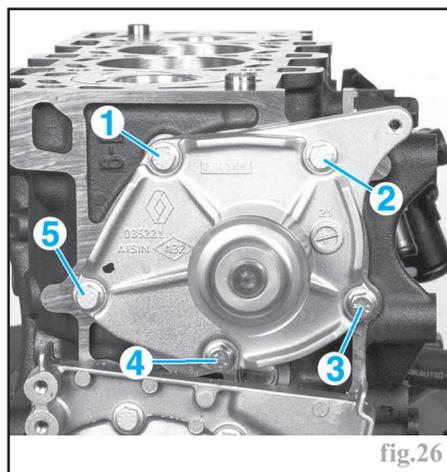

fig.26
- Mettre en place la pompe à eau munie d'un joint neuf dans le bloc-cylindres et serrer ses vis de fixation au couple et dans l'ordre prescrits, après avoir appliqué sur leur filetage une goutte de produit frein filet moyen et étanche (par exemple **Loctite Frenétanch**) (fig.26).